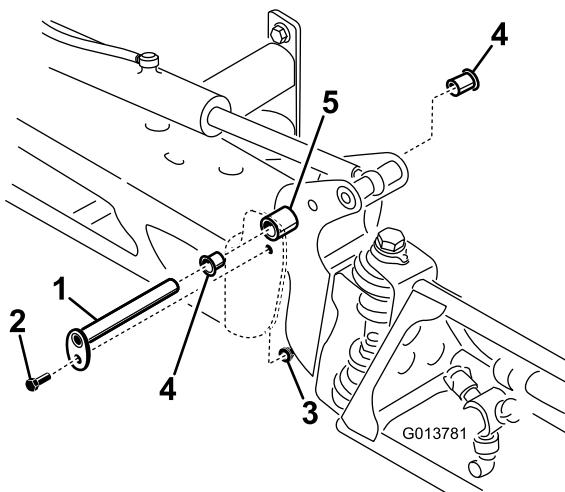

Figura 95
3. Con el peso del brazo apoyado, retire el perno y la tuerca que fijan el pasador de giro al conjunto del brazo (Figura 95).
4. Retire el pasador de pivote (Figura 95).
6. Retire los casquillos de nylon desde delante y desde detrás del soporte del pivote e inspecciónelos (Figura 95).
8. Instale el conjunto de brazo y soporte del pivote en el bastidor central, alineando los orificios (Figura 95).